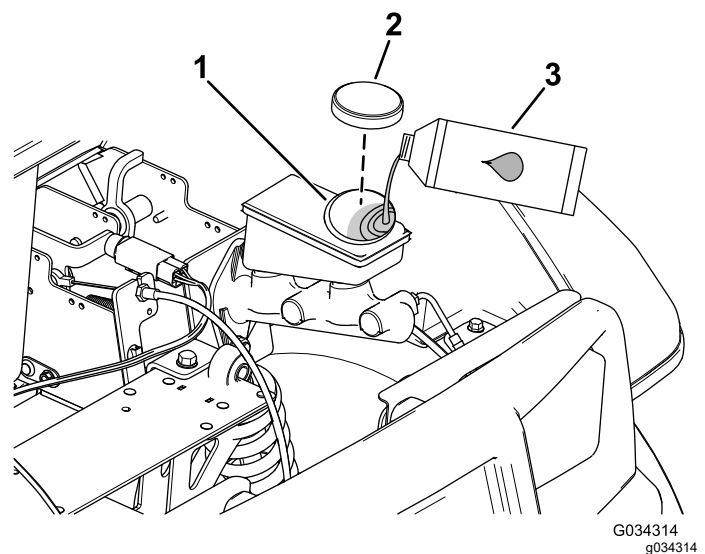

Figura 64
4. Eleve el capó para acceder al cilindro del freno principal y al depósito (Figura 64).
- Limpie la zona alrededor del tapón del depósito y retire el tapón (Figura 64).
- Coloque el tapón del depósito (Figura 64).